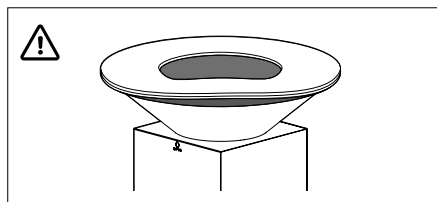

Fig. 1 - Piastra di cottura deformata a causa dell'utilizzo di grandi quantità di legno tropicale
- Fare molta attenzione all'uso del legno tropicale che tende a scaldarsi molto. Usato in grandi quantità, potrebbe deformare la piastra di cottura (vedere Fig. 1).